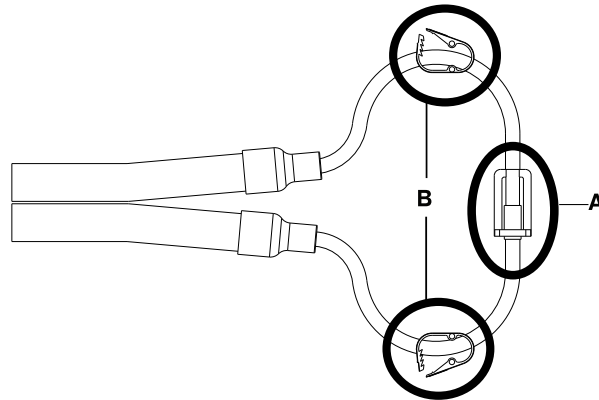

Figura 5-27: Extremidades das mangueiras Klik-Tite fechadas e grampos abertos
- b. Se tiver mangueiras tipo “Clik-Tite”, certifique-se de que as extremidades do conector estão ligadas e fechadas (A) e os grampos estão abertos (B). Realize este procedimento para as três mangueiras. Figura 5-27 na página 5-45